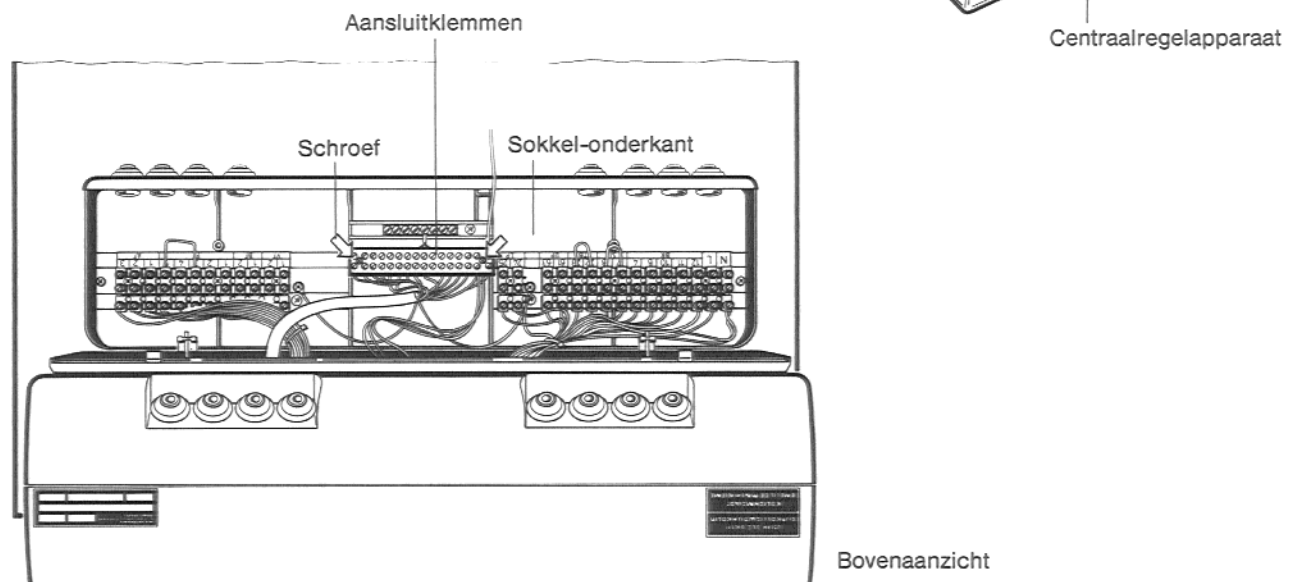

Fig. 6
5.4 De aansluitklemmen zoals aangegeven bij fig. 6 op de sokkel zetten, vastschroeven en de elektrische bedrading volgens schema aansluiten.